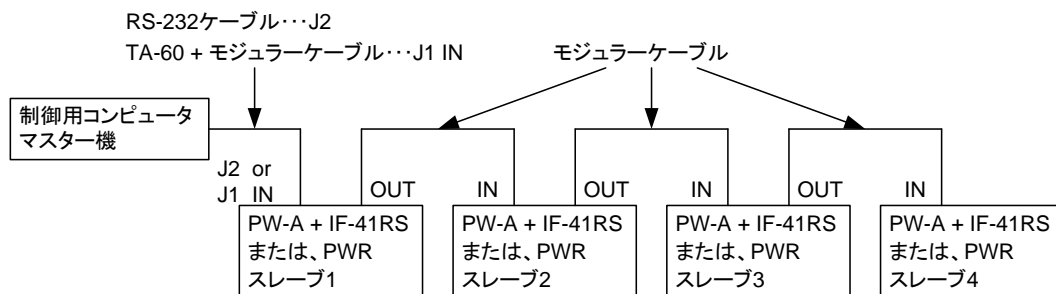

図 8-1. IF-41ES を使ったコンピュータによるコントロール
- ② コンピュータの RS-232C 端子と TA-60(弊社製品 RS-232C/モジュラー変換ケーブル)を使用し J1-IN に接続する。
- コンピュータに接続した電源には図 8-1. のように、全 3 台の PW-A 電源または旧機種 PWR 電源をモジュラーケーブルで接続できます。電源の機種は問いません。